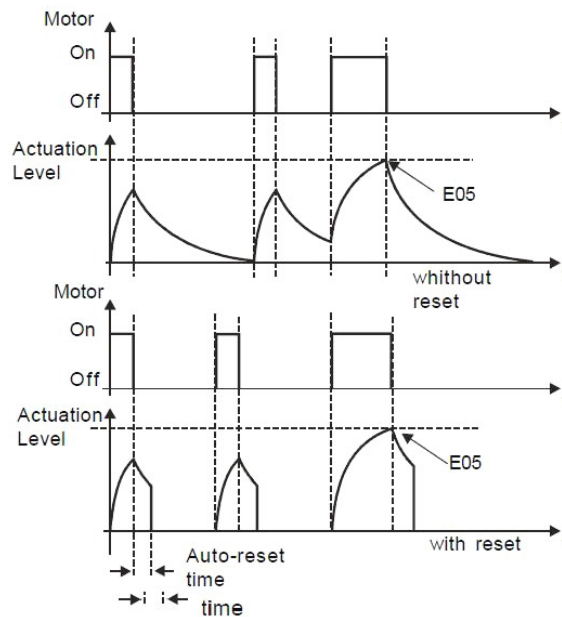

Рисунок 15.11: Сброс тепловой памяти двигателя
■ P0847 определяет время для сброса теплового образа двигателя. Оно может быть использовано для сброса теплового образа по прошествии времени после выключения двигателя, как показывает Рисунок 15.11.